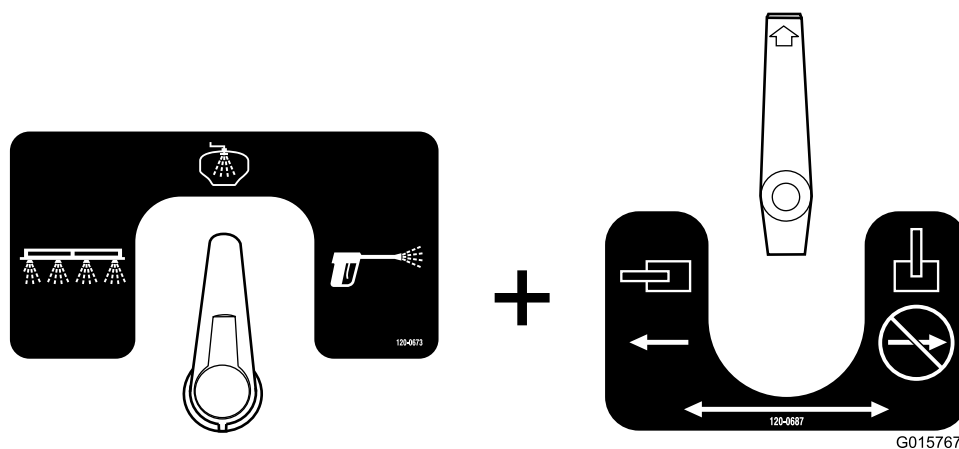

Figure 34
- Cette configuration est celle de rinçage de la cuve (Figure 34). Utilisez cette configuration pour pulvériser l'eau de rinçage par les buses de rinçage dans le réservoir.